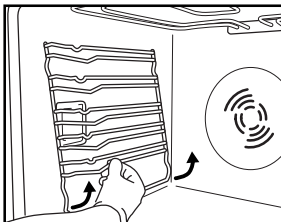

Fig. 3
1. Retire as grelhas do suporte lateral para acessórios (Fig. 3).